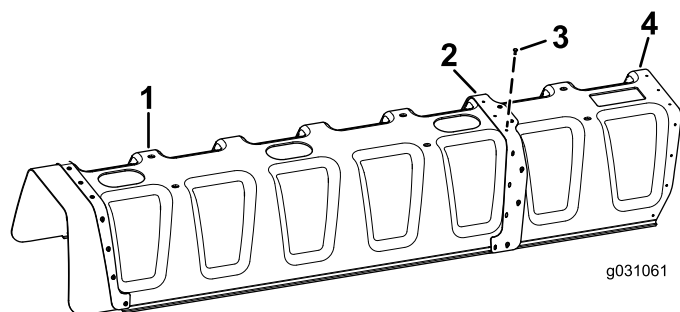

Figura 6
- Montate 11 ribattini con spina (3/16" x 1/2") e rondelle (3/16") sulla piastra di rinforzo, collegando la copertura a 11 ugelli alla copertura a 12 ugelli (Figura 6).